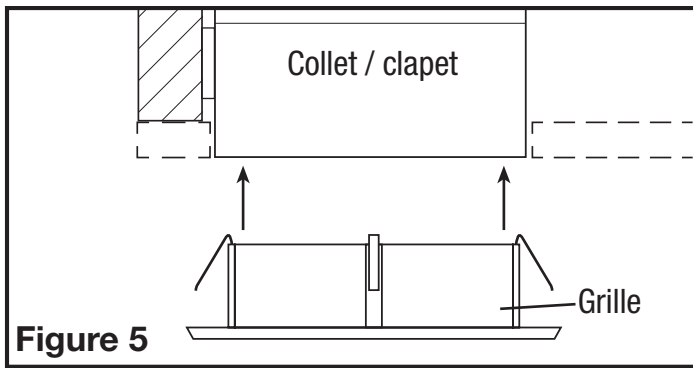

Figure 5
- Une fois le matériel du mur/plafond en place, installez la grille dans le collet en la poussant fermement vers le collet jusqu'à ce qu'elle soit à effleurement du matériel du mur/plafond (**Figure 5**).
3. Installez la grille dans le collet en la poussant fermement vers le collet jusqu'à ce qu'elle soit à effleurement du matériau du mur / plafond (Figure 5).